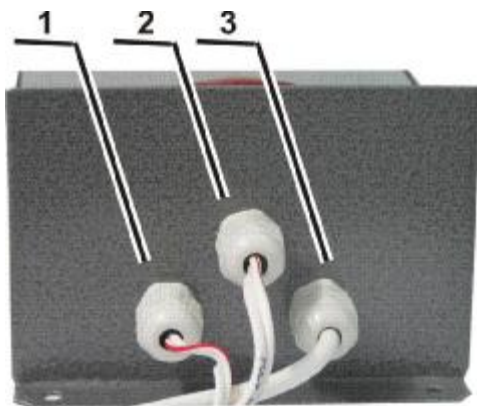

Рис.2 Нижняя панель
К внутренней стороне лицевой панели ПГС-5-600 прикреплен громкоговоритель. Лицевая панель в месте крепления динамика имеет жалюзи. На панели также находится набор кнопок без фиксации и ряд светодиодных индикаторов. На нижней стенке пульта расположены ввод сетевого питания, линия связи и линия для подключения рупорного громкоговорителя (в модификации ПГС-15-600) (см. Рис. 2).
2.2.6. Подсоединить кабели согласно Рис.2.